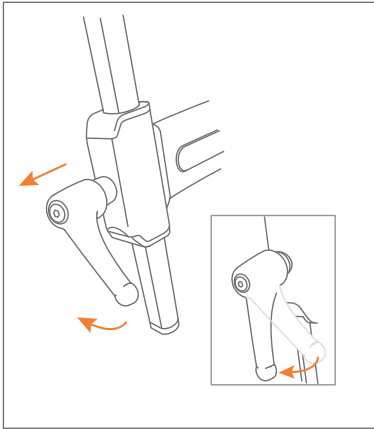

Abbildung 17: Positionieren Sie den Einstellgriffe richtig.
- g. Stellen Sie die Einstellgriffe senkrecht so ein, dass sie gerade nach unten zeigen. Sie tun dies, indem Sie die Einstellgriffe sanft nach außen ziehen und in die richtige Position drehen (**Abbildung 17**).